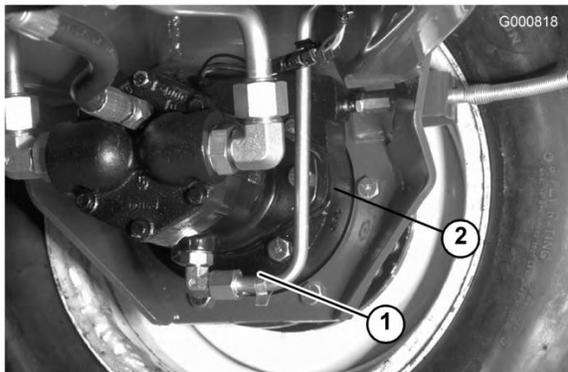

Bild 69
3. Entfernen Sie beide Schrauben von der Unterseite des Kurbelgehäuses und lassen Sie das Öl (Bild 69) ab.